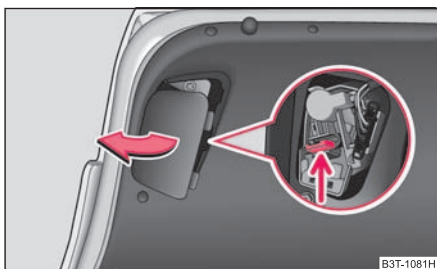

Fig. 239 Demontarea părții interioare a unității de iluminare din spate
- Scoateți capacul unității de iluminat de pe partea interioară a capacului portbagajului ⇒ fig. 239.
- Apăsăți dispozitivul de prindere cu arc ⇒ fig. 239 și scoateți suportul lămpii din carcasa unității de iluminat.